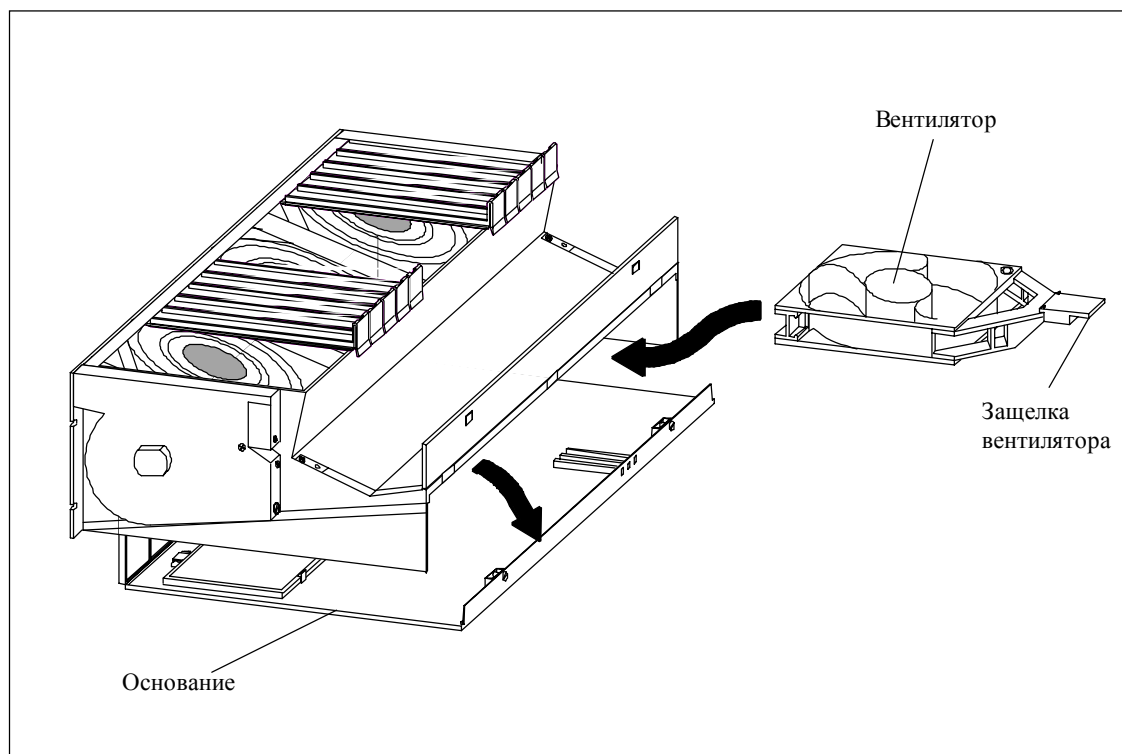

Рис. 9-4. Снятие вентилятора
3. Освободите подлежащий замене вентилятор, отжав защелку от корпуса большим пальцем (рис. 9-4).
3. Снимите основание вентиляторного узла (см. рис. 9-4 и 9-5).